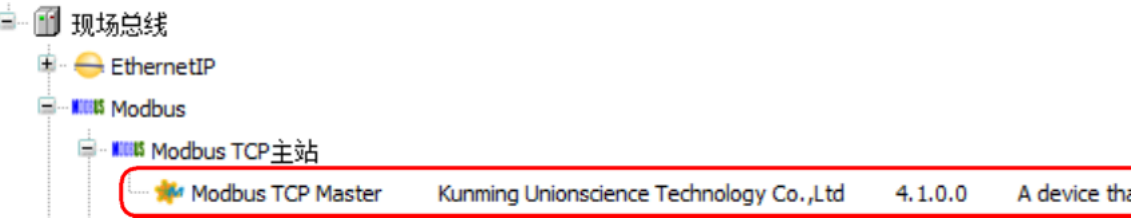

图 5 添加设备界面 2
- 3) 右键点击界面左侧新增的“EC400_Ethernet（Ethernet）”项 在弹出菜单中选择“添加设备”，弹出“添加设备”界面，添加“Modbus TCP Master”，如图 5。